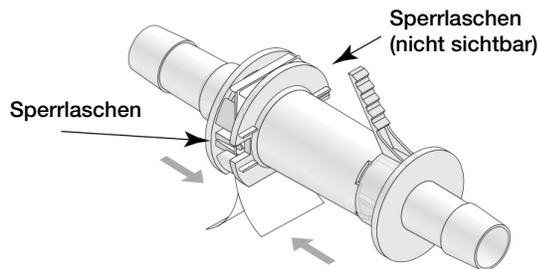

Abbildung 5.30. Konnektoren zusammendrücken.
- Nachdem sie ordnungsgemäß ausgerichtet wurden, drücken Sie die beiden Konnektoren fest zusammen, bis beide Sperrlaschen fest ineinander einrasten (Abbildung 5.30).